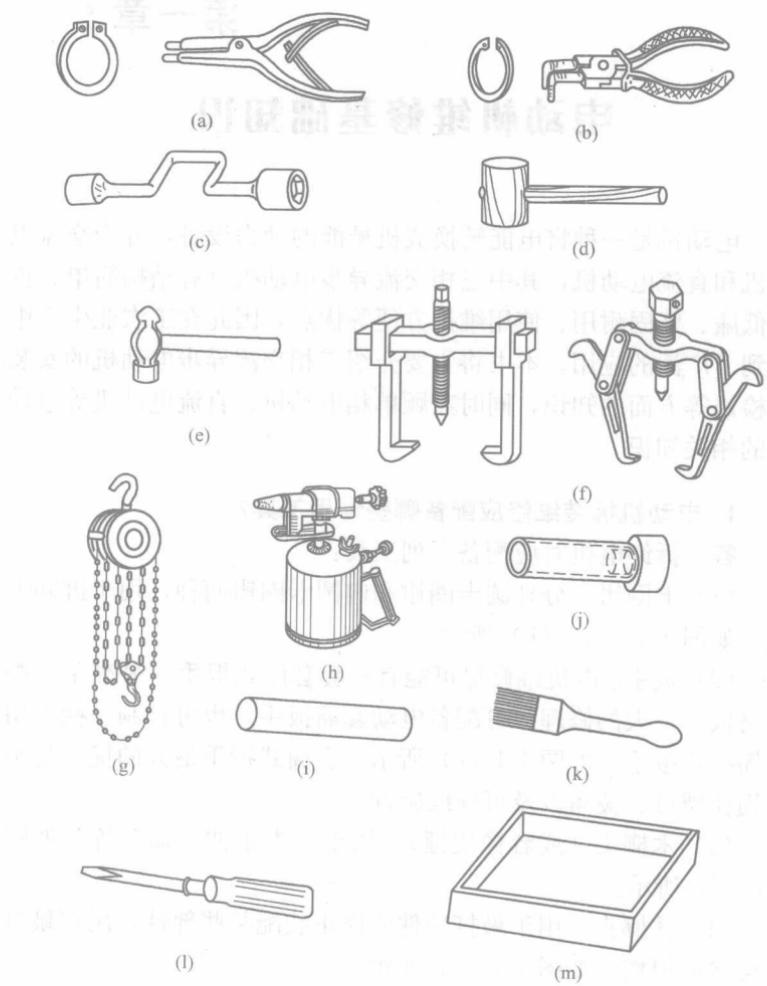

图 1-1 电动机拆装用工具
(1) 卡圈钳。分外圆卡圈钳和内圆卡圈钳两种，用于拆卸卡圈，如图 1-1 (a)、(b) 所示。
(2) 板手。电机维修尽可能有一套套筒式扳手，另准备一些活络扳手。大的修理厂可配备电动套筒扳手，也可自制一些专用的摇把式扳手，如图 1-1 (c) 所示。套筒式扳手最大的优点是不易损伤螺母、棱角以及可连续旋拧。
(3) 木榔头（或者橡皮锤）。用于敲击轴伸、端盖等，如图 1-1 (d) 所示。
(4) 铁榔头。用于敲打部件或修正装配某些部件，用它敲打不会造成损伤，如图 1-1 (e) 所示。
(5) 拉具。俗称拔子或拉马，用于拆卸联轴器、皮带轮和轴承等，有两爪和三爪两大类，如图 1-1 (f) 所示。
(6) 吊具。大型修理厂可采用天车，小型修理厂则可采用电动葫芦、手动葫芦等，主要用于拆卸几十公斤以上的部件。手动葫芦如图 1-1 (g) 所示。
(7) 毛刷。主要用于定子绕组拆除后清槽使用。
(8) 其他备用工具。有些工具，如钢锯（手锯）、电钻、冲子、撬杆、机油、煤油或汽油喷灯〔图 1-1 (h)〕等，在电动机的拆装中经常用到。